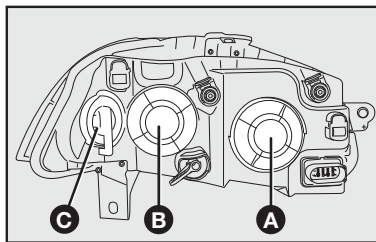

fig. 21
- 1) Girar a tampa **A**—fig. 21 (para trocar a lâmpada do farol baixo) ou a tampa **B**—fig. 21 (para trocar a lâmpada do farol alto) no sentido anti-horário e retirá-la;
- 6) Recolocar a tampa **A**—fig. 21 ou **B**—fig. 21, girando-a no sentido horário.
- 2) Girar a tampa porta-lâmpada **C**—**fig. 21** no sentido horário e retirá-la.
- 4) Substituir a lâmpada e recolocar a tampa **C**—**fig. 21**, girando-a no sentido anti-horário.
- 1) Girar a tampa **B**—**fig. 21** no sentido anti-horário e retirá-la.
- 5) Recolocar a tampa **B**—**fig. 21**, girando-a no sentido horário.